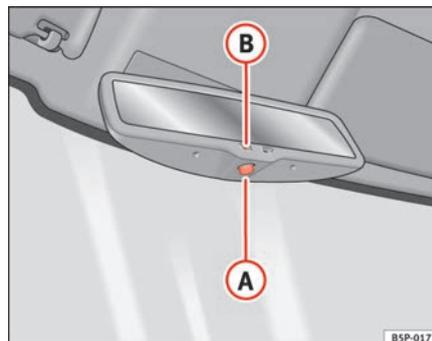

Fig. 89 Rétroviseur intérieur avec réglage automatique de position anti-éblouissement
- Appuyez sur la touche **A** ⇒ fig. 89. Le témoin **B** s'éteint.
- Appuyez sur la touche **A** ⇒ fig. 89. Le témoin s'allume.